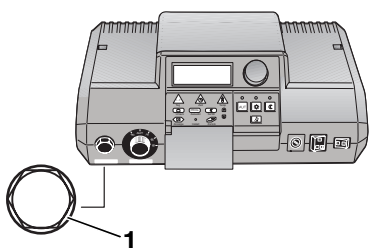

Рис. 6 Снять колпачковую гайку
- Для разблокировки предохранительного ограничителя температуры нужно открутить колпачковую гайку STB и нажать находящуюся под ней кнопку подавления помех (рис. 6).